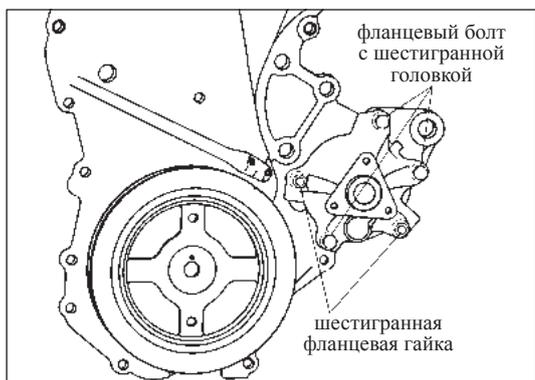

Рис. 10-4-8. Установка насоса ОЖ
- (2) Затянуть 3 фланцевых болта (M6×35) и 2 фланцевые гайки (M6) на верхней части блока цилиндров, как изображено на рис. 10-4-8.